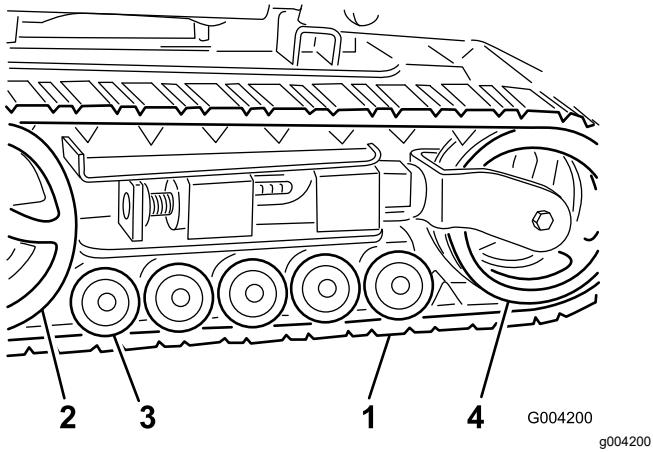

Figure 47
**Important:** Nettoyez soigneusement les galets de roulement, la roue de tension et le pignon d'entraînement (Figure 47). Les galets de roulement doivent tourner librement lorsqu'ils sont propres.